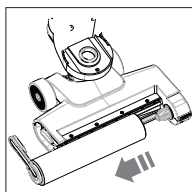

Fig. 13 – Retirer le rouleau en microfibres
- ▶ Tirez la languette de verrouillage du rouleau en microfibres vers la gauche et retirez le rouleau en microfibres (**voir Fig. 13**).